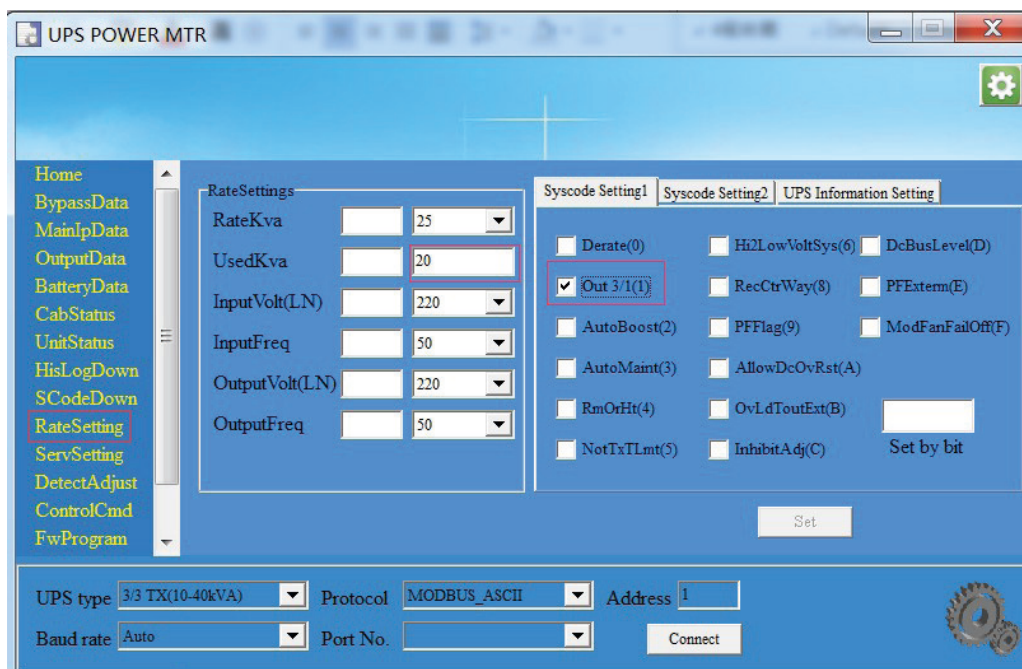

Рисунок 3.15. Настройки режима 3/1 при помощи ПО MTR
- 1.3 Подать напряжение на вход ИБП. При помощи программного обеспечения MTR (см. Рисунок 3.15) установить значение номинальной выходной мощности ИБП равным 20 кВА. Разрешить режим работы «3/1» при помощи установки соответствующего флага в поле «Out 3/1». После этого следует перезагрузить ИБП (отключив и повторно запитав устройство) для применения настроек. По завершении настройки следует отключить ИБП.